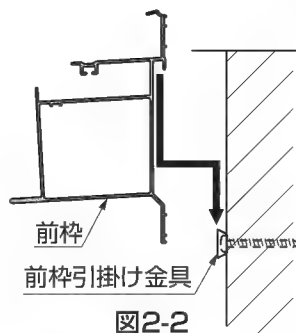

図2-2
- ②前枠を前枠引掛け金具に引掛けてください。（図2-2参照）